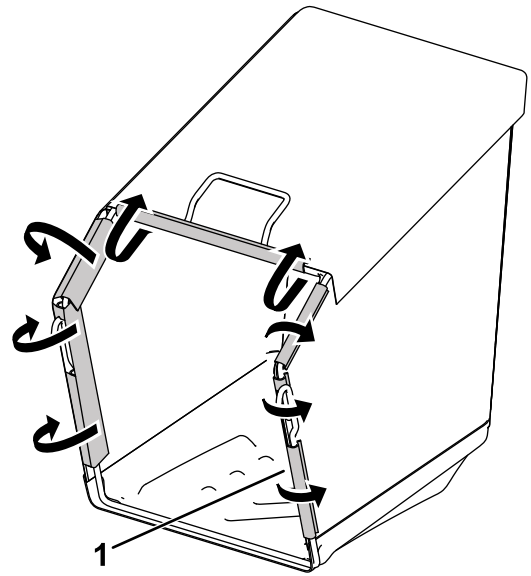

Figura 7
3. Atași clemele din plastic pe cadrul sacului pentru iarbă (Figura 7).